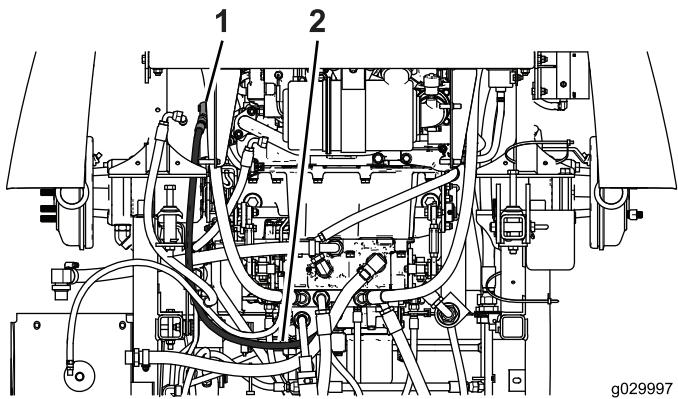

Figure 13
6. Acheminez le petit flexible hydraulique comme montré à la Figure 13.